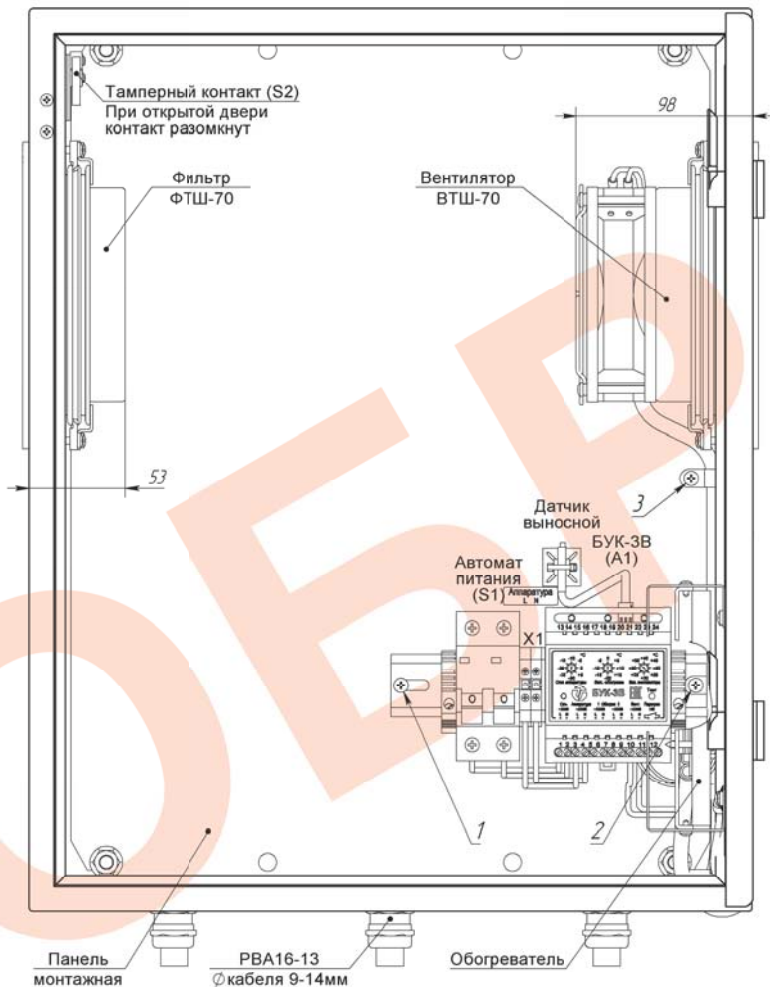

Рис.1. Устройство термощафа (дверь открыта на 90°)
Для установки в термощаф телевизионного (электронного) оборудования необходимо извлечь монтажную панель (рис.1) из термощафа, для чего необходимо:
3. Снять с монтажной платы DIN-рейку с установленными на ней автоматом питания S1, клеммами X1, блоком управления климатом БУК-3В (A1), выкрутив крепящие DIN-рейку саморезы 1 и 2 (рис.1).